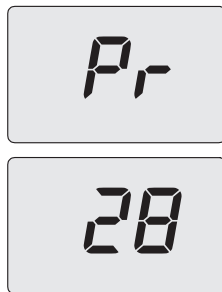

Рисунок 9.3
- Прокручіть різні параметри за допомогою кнопок 15 або 16, доки на РК-дисплеї не з'являться літери **Pr**, що чергуються з номером параметра **28**, вказуючи на вхід у «параметр 28» (Рисунок 9.3).